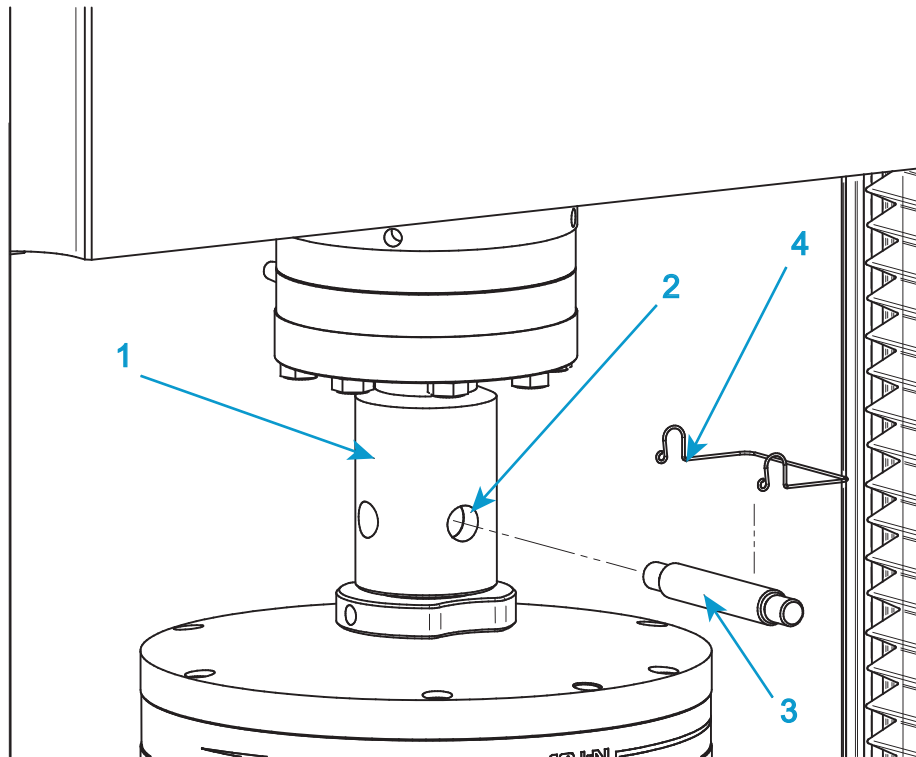

Abbildung 28. Typische Spannzeug-Installation
Siehe Abbildung 28 auf Seite 105, wenn Sie dieser Prozedur folgen.
1. Für das obere Spannzeug führen Sie den Adapter auf dem Spannzeug in die Steckbolzenbuchse (1 in Abbildung 28) am Kraftaufnehmeradapter ein.
2. Richten Sie die Steckbolzen zueinander aus (2 in Abbildung 28) und stecken Sie den Steckbolzen (3 in Abbildung 28) durch die Bohrungen.
3. Sichern Sie den Steckbolzen mit dem Steckbolzen-Clip (4 in Abbildung 28).